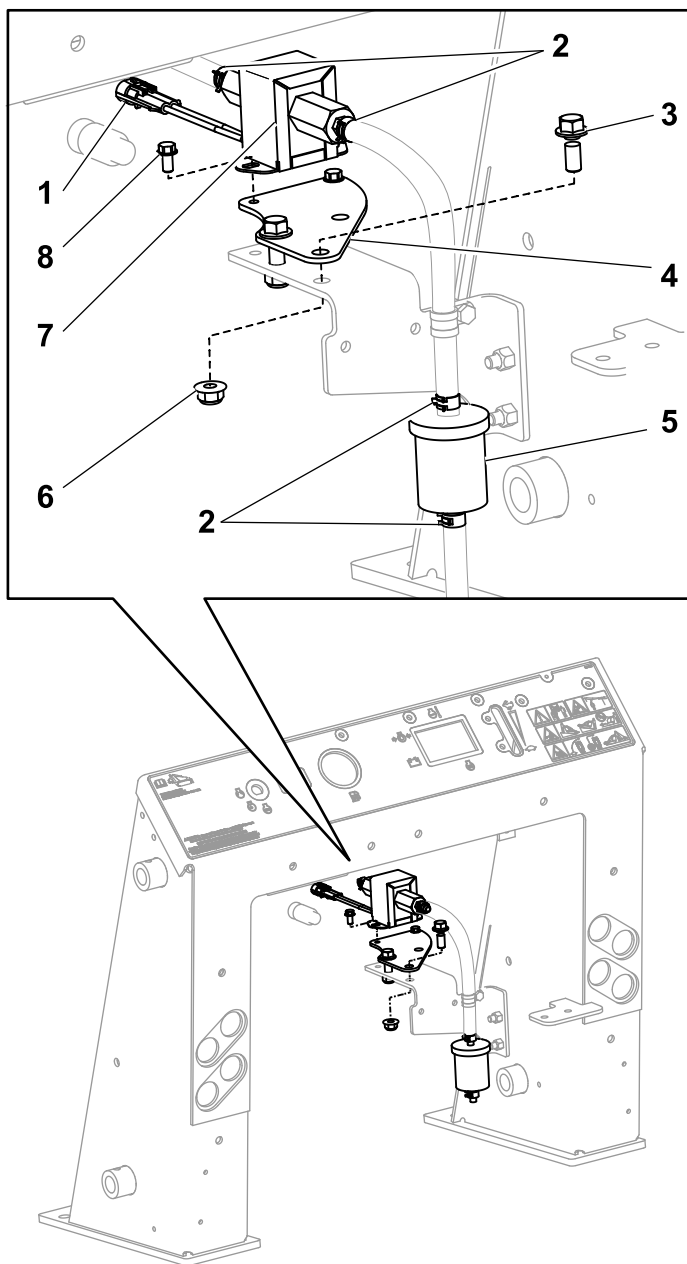

Рисунок 25
Используйте Рисунок 1 и Рисунок 21 – Рисунок 25 для выполнения данной процедуры.
- Установите новый топливный насос на кронштейн топливного насоса с помощью 2 самонарезающих винтов (1/4 x 1/2 дюйма), как показано на Рисунок 25.